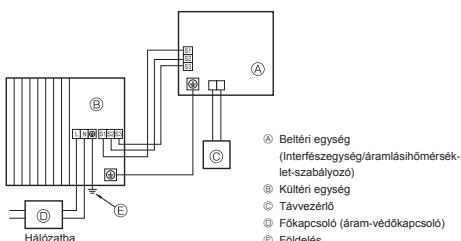
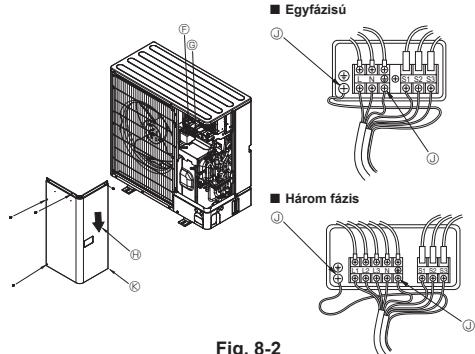

Fig. 8-1
Fig. 8-2
### 8.1. Kültéri egység (Fig. 8-1, Fig. 8-2)
① Távolítsa el a szerelőnyílás-fedelet.
② Csatlakoztassa a huzalokat a Fig. 8-1 és Fig. 8-2 szerint.